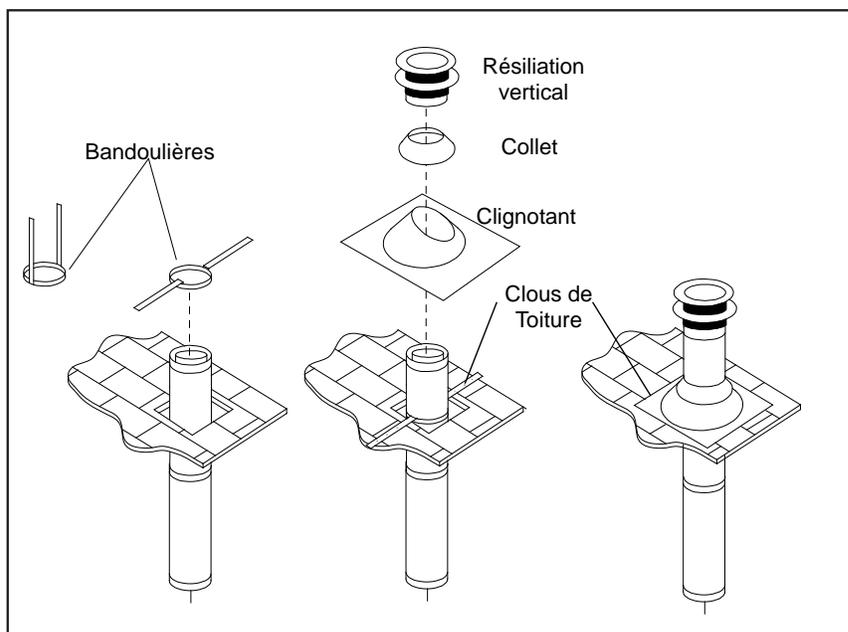

Figure 39: Terminaison de conduit verticale
Étape 3. Pour installer la boîte de support ronde / le coupe-feu mural dans un plafond plat, coupez un trou carré de 10 po (25.4 cm) dans le plafond, centrée sur le trou percé dans l'étape 2. Encadrez le trou comme dans la figure 39.